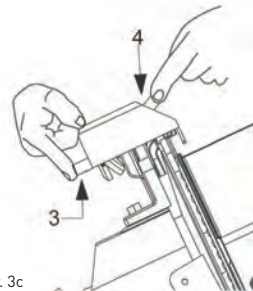

FIG. nr. 3c
- druk tegelijkertijd op de knoppen voor 3/4 seconden (3 en 4) en laat ze daarna tegelijkertijd los (zie FIG. nr. 3c);